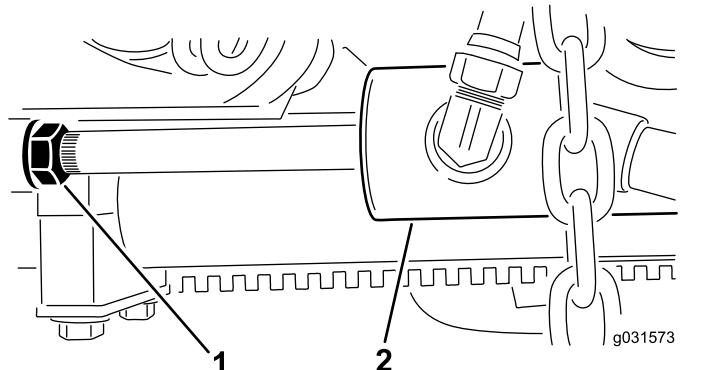

Figura 15
- Allentate il controdado sul cilindro (Figura 15).